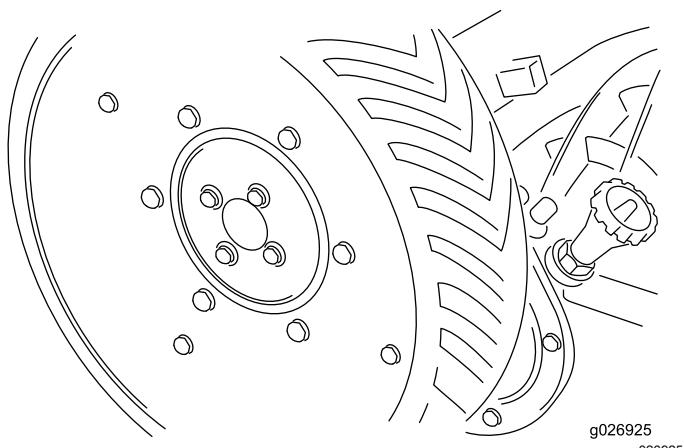

図 3
2. キャップスクリュとロックワッシャを使用して駆動ホイールを取り付ける図 3。